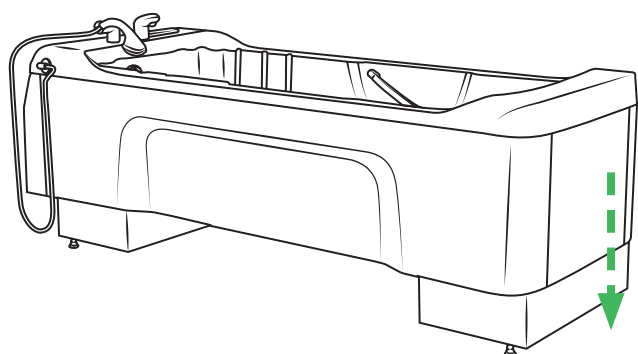

Figure 20
2. Abaisser la baignoire Classic Line 2 jusqu'à sa position la plus basse. Voir la section Figure 20.